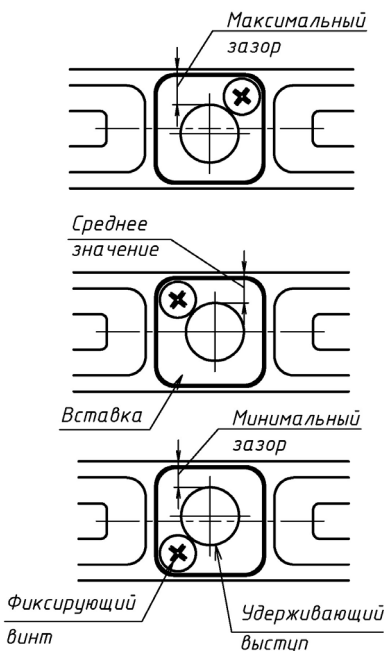

Рисунок 12 – Регулировка зазора
6.10 Для изменения и регулировки зазора необходимо на корпусной части замка отвернуть фиксирующий винт (рисунок 12), поднять и повернуть вставку, при этом зазор между удерживающим выступом, выполненным эксцентрично, и гнездом на якорной части будет меняться. Поворот вставки на 90 градусов изменяет зазор и взаимное положение выступа и гнезда якоря в поперечном направлении на 0,75 мм, поворот на 180 градусов – на 1,5 мм. После установки зазора фиксирующий винт необходимо затянуть.